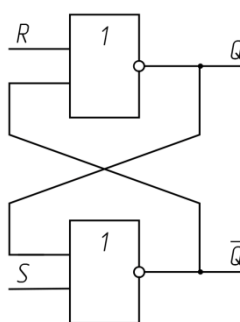

Рис. 6.1 – Схема RS-триггера на элементах типа ИЛИ-НЕ
- 1.1) Построить RS-триггер на элементах ИЛИ-НЕ (рисунок 6.1). Проверить правильность работы триггера по таблице переключений (таблица 6.1).